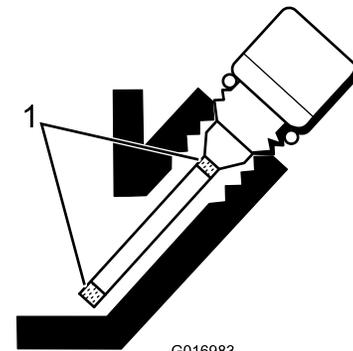

Figure 23
5. Si le niveau est bas, ajoutez suffisamment d'huile pour le faire monter entre les repères hachurés sur la jauge (Figure 23). **Ne remplissez pas excessivement.**